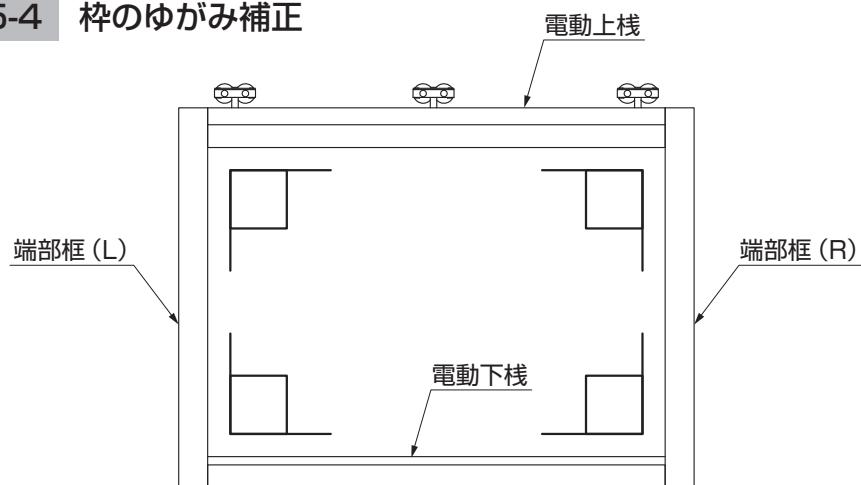

図5-5
- L字金尺などを使い枠四隅の直角を測定して、吊戸のゆがみを確認してください。（図5-5参照）